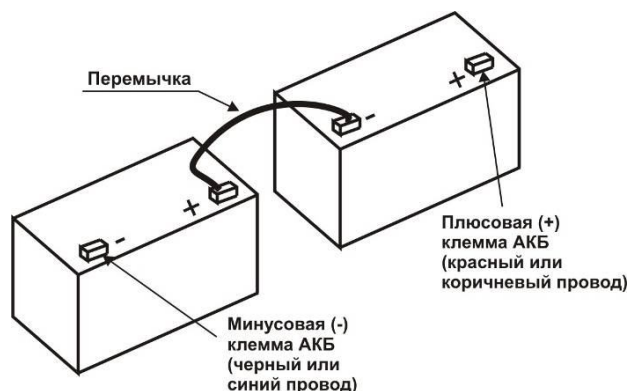

Рис.10 Размещение батарей и их подключение
- 2) Установите входящую в комплект поставки перемычку как показано на Рис.10.